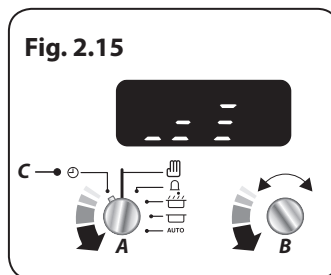

Fig. 2.15
Girare la manopola del Timer (A) sull'impostazione dell'Orologio (C). Girare la manopola Regolazione (B) in senso antiorario fino a che non appaiono le barre del volume (**Fig. 2.15**).